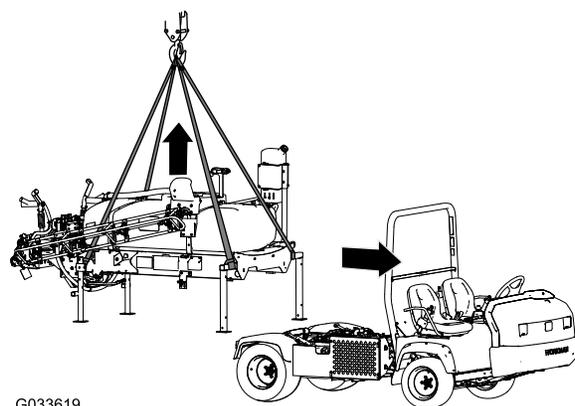

Рисунок 137
1. Опустите стрелы приблизительно на угол 45° и затем поверните их вперед (Рисунок 137).
5. Подсоедините подъемное оборудование к горизонтальным трубкам передних подъемных опор и вертикальным стойкам задних подъемных опор (Рисунок 137).
7. Поднимите раму бака с автомобиля на достаточную высоту, чтобы освободить раму от автомобиля (Рисунок 137).